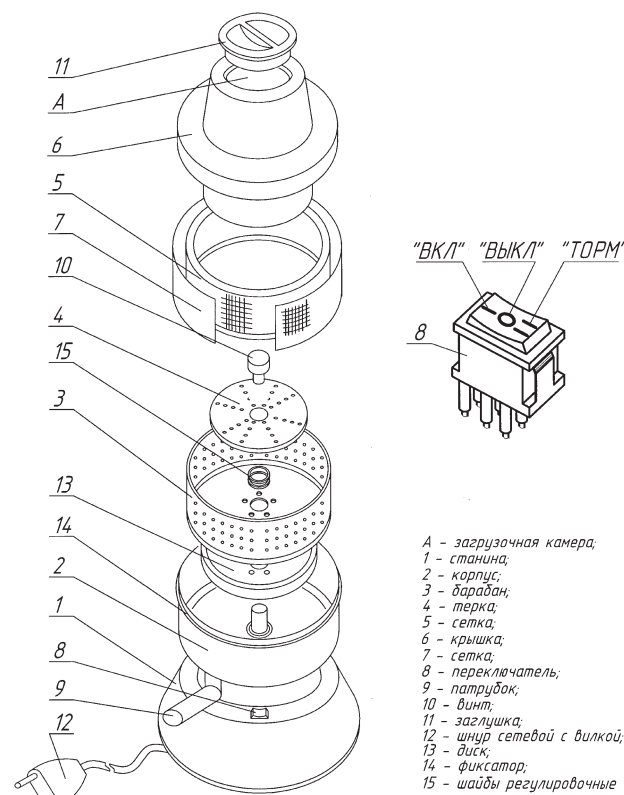

Рисунок 1 - соковыжималка электрическая бытовая в разобранном виде
5.1. Соковыжималка (рисунок 1) состоит из: